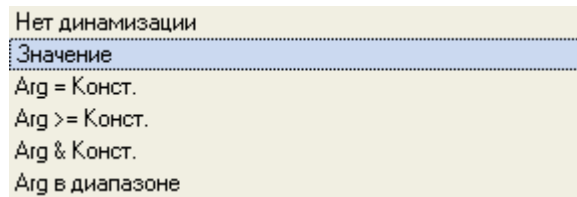

Рисунок 2.11 – Вид окна
- в правом поле строки щелчком ЛК вызовем список доступных типов динамизации атрибута и выберем «Значение» (рисунок 2.11);